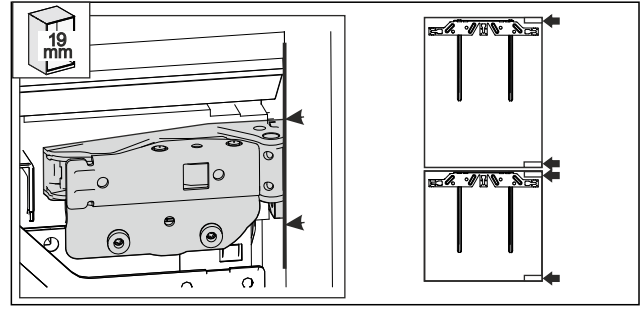

Fig. 52 *
- 19 mm tykkelse Møbelsidevegg: den fremre kanten til hengslene er på linje med forsiden av møbelsideveggen. Fig. 52 ()